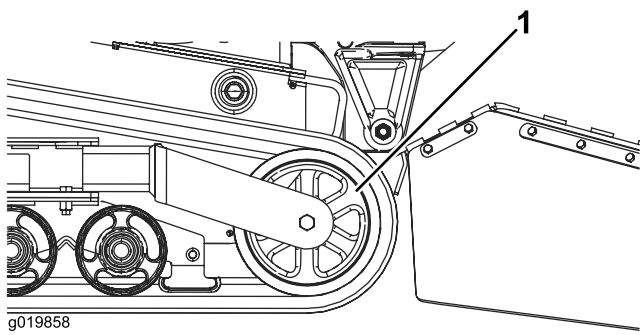

Figura 49
5. Spingete indietro la ruota di tensione quanto più possibile (Figura 49).
7. Dopo avere liberato il cingolo dalla ruota di tensionamento, toglietelo dalla macchina (Figura 49).